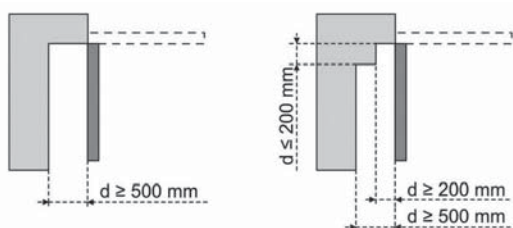

Figure 4 - Distance de sécurité
<p>ZONE 3* Risque de coupure et d'écrasement à l'ouverture avec une partie fixe attenante éventuelle</p>	<p>Supprimer tous les points d'accrochage et tous les bords coupants de la surface du tablier Supprimer tout jour de dimension ≥ 8 mm ou ≤ 25 mm La protection contre l'écrasement avec une partie fixe avoisinante peut se faire par : - détection d'obstacle intrinsèque à la motorisation. Valider impérativement que la détection d'obstacle est conforme à l'annexe A de la norme EN 12 453) - des distances de sécurité (voir Fig. 4)</p>
3.1 Hauteur d'installation - Fig. 4